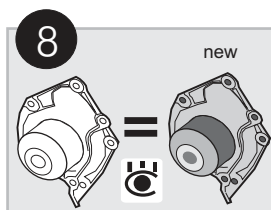

FIG. 6
- 6 Desmontar la bomba de agua [FIG. 6].